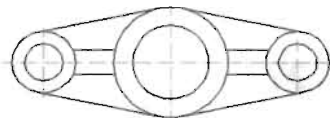

图 4-35
(1) 打开配套光盘中的“操作示例 4-3.dwg”,如图 4-35 所示。